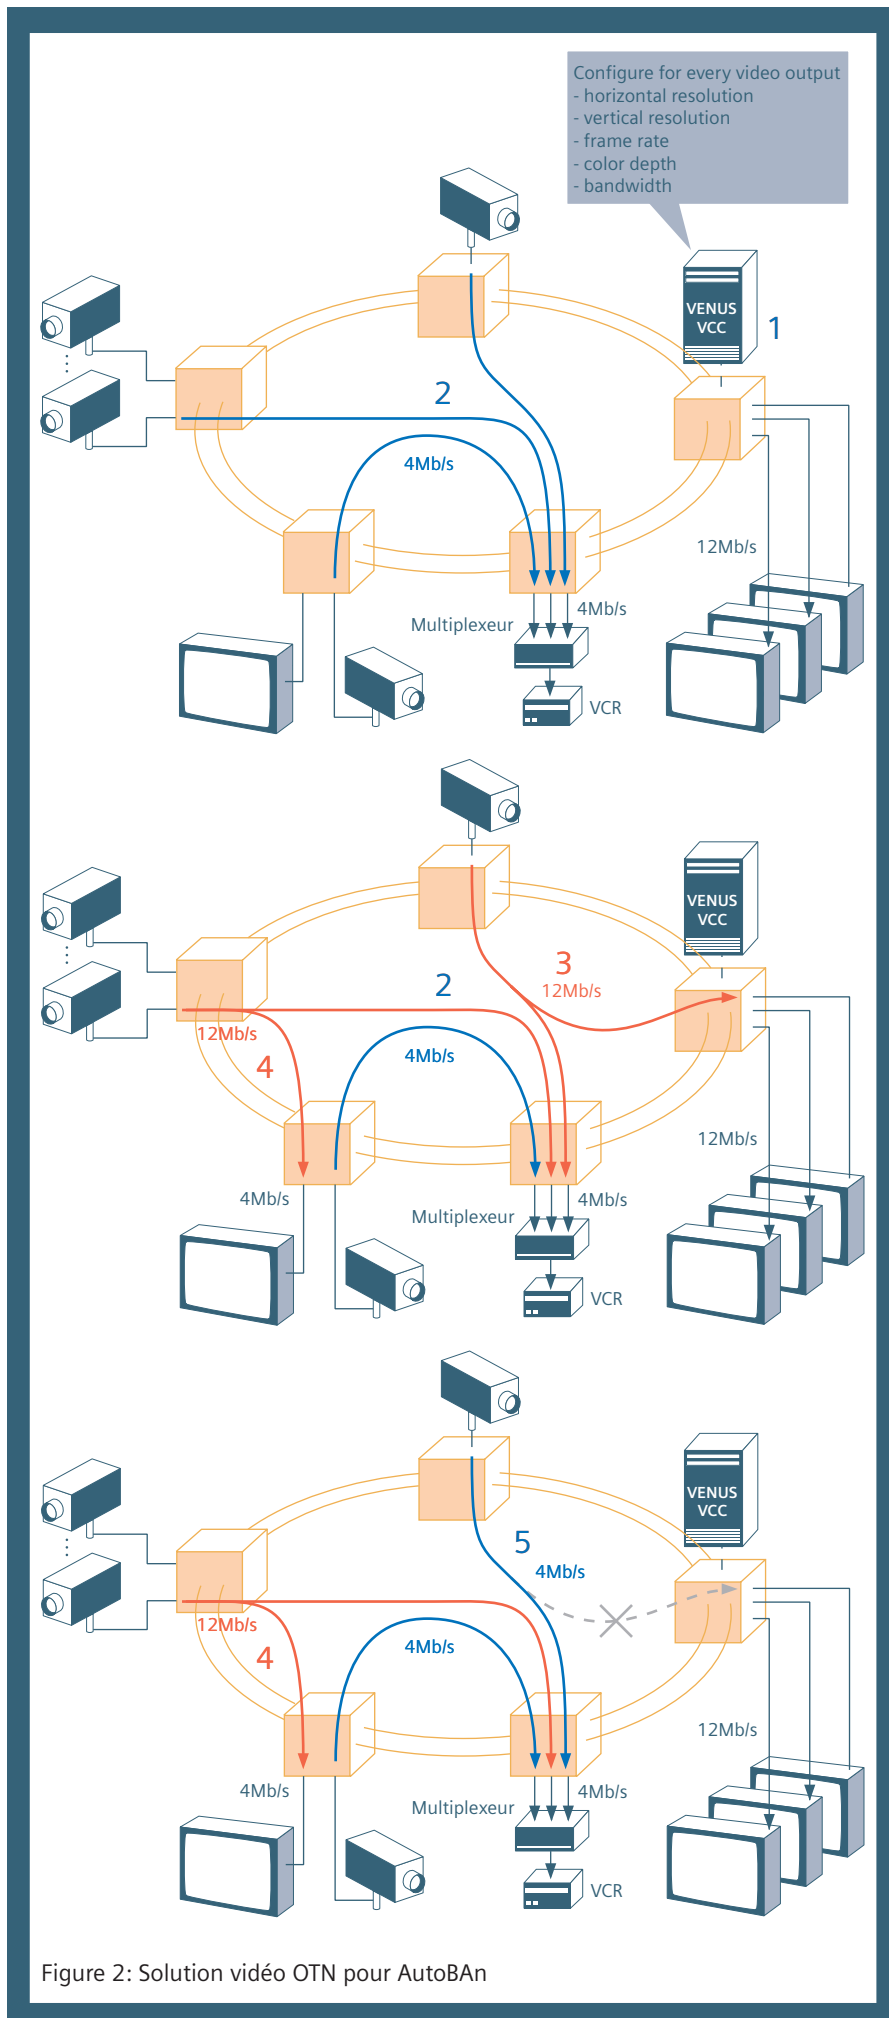

Figure 2: Solution vidéo OTN pour AutoBAN
Dans VENUS, chaque port de sortie vidéo est configuré pour un jeu de paramètres corrects de connexion vidéo (#1 à la figure 2): résolution horizontale et verticale, vitesse de défilement, couleur ou blanc/noir, bande passante (et donc indirectement taux de compression). Dans ce projet, on a choisi une bande passante de 12 Mb/s avec une résolution de type télédiffusion, la couleur et une vitesse de défilement max. pour l'affichage sur les
- A l'origine, toutes les caméras sont connectées aux entrées de multiplexeur (#2 à la figure 2)
- Lors de l'ajout d'un moniteur @12 Mb/s, la connexion devient multipoint et la sortie la plus exigeante a besoin de 12 Mb/s. Par conséquent, un canal de 12 Mb/s est sélectionné, qui remplace le canal de 4 Mb/s, qui lui est libéré (#3 et #4 à la figure 2).
- Lorsque le moniteur est déconnecté, la connexion redevient une connexion point à point et la sortie unique a besoin de 4 Mb/s. Un canal de 4 Mb/s est donc sélectionné de nouveau, qui remplace le canal de 12 Mb/s, qui lui est libéré (#5 à la figure 2).